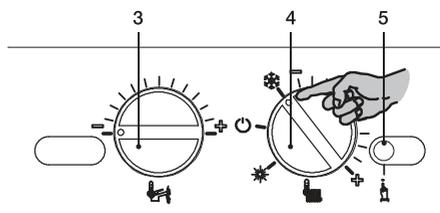
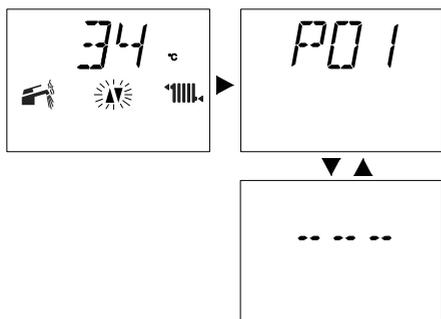

Рисунок 5.27
Рисунок 5.29
- Установите регуляторы 3 и 4 так, как показано на следующем рисунке (см. Рисунок 5.27).
- Чтобы настроить коэффициент К (см. Рисунок 5.26), войдите в режим программирования, нажав и удерживая в течение 15 с кнопку сброса 5 (Рисунок 5.27), пока на ЖК-дисплее не появится параметр P01. На ЖК-дисплее последовательно отобразятся следующие символы (параметр P01 будет загораться поочередно). Рис. 5.29
- Нажмите кнопку сброса 5 (Рисунок 5.27) и пролистайте параметры, пока не дойдете до параметра P15, предназначенного для настройки коэффициента К. На ЖК-дисплее последовательно отобразятся следующие символы (параметр P15 будет загораться поочередно с 00). см. рис. 5.30